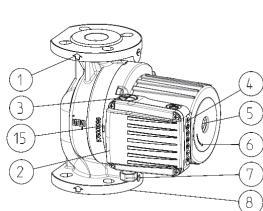
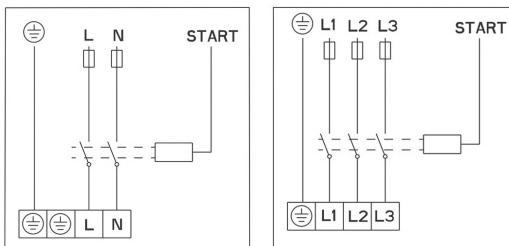

Abb.1
Abb. 3
- Die Pumpe wird in die Rohrleitung so eingebaut, dass die Pumpenachse 1-1 horizontal ist (Abb. 3).
- Die Durchflussrichtung des Fördermediums muss mit dem Pfeil auf dem Pumpengehäuse übereinstimmen (Abb. 1 – Pos. 1).
- Anschlussflanschen sind NP 6/10 (Abb.1 – Pos.8)
- GHN (basic, auto), GHNM (basic, auto) – Pumpen verfügen über ein einfaches Hydraulikgehäuse (Abb.1 – Pos.8)
Das Hydraulikgehäuse der Pumpe darf nur bis zum Spalt zwischen dem Motor und dem Hydraulikgehäuse isoliert werden. Öffnungen zur Kondensatableitung aus dem Stotorraum müssen immer frei bleiben, dass gleiche gilt für den Einsatz der Pumpe in Heizsystemen, wenn eine Wärmeisolierung des Hydraulikgehäuses vorgenommen wird (Abb. 1, 2, Pos. 15). Das Elektromotorgehäuse, in dem sich Öffnungen zur Kondensatableitung befinden, darf nie isoliert werden!
Der Einspeiseleiter wird über die Einführung M20 (Abb.1 – Pos.7) angeschlossen.
Die Anschließung der Pumpen muss nach dem Schaltplan (Abb. 3), der an der Unterseite des Motordeckels abgebildet ist, erfolgen. Zuerst muss der obere Deckel abgeschraubt werden (Abb.1 – Pos. 2 ).
Bei Pumpen des Typs GHN (basic, auto), GHND (basic, auto), GHNMD (basic, auto), GHNMD (basic, auto) liegt der Rotor im Wasser, in besonderen wassergeschmierten Lagern. Darum muss vor der Inbetriebnahme die Pumpe mit Wasser gefüllt und entlüftet werden. Zur Entlüftung der Pumpen wird die Schraube auf der Hinterseite des Elektromotors (Abb.1-Pos. 5) herausgeschraubt. Aus der Spalte zwischen der Motorwelle und dem Lager strömt Luft heraus. Wenn Wasser herauströpfst, schließen sie die Ventile auf der Ansaug- und Druckseite der Pumpe und starten sie die Pumpe. Die eingebaute Anzeige zeigt ein Drehen der Pumpenachse in die falsche Richtung mit mehrfachen Blinken des roten Lichtes an.
einen Knopf  Knopf (Abb. 1, Pos. 4), mit dem man zwischen den Geschwindigkeiten wählt. Einstellung der Geschwindigkeiten bei Pumptypen GHN, GHND, GHN M, GHNMD (auto)  kann auf Knopfdruck  manuell bei der Geschwindigkeit ① ② ③ und automatisch  in ④ oder ⑤. In beiden Fällen funktioniert die Pumpe abhängig von dem Durchlauf bei den Geschwindigkeiten ② ③ automatisch. Bei dem Nachtregime ⑥ ist noch Mediumtemperatur berücksichtigt und wenn die Mediumtemperatur fällt, schaltet die Pumpe in die Geschwindigkeit ② Fall ( $> 10^\circ \text{C}$ ) oder Geschwindigkeit um ① Fall ( $> 20^\circ \text{C}$ ) ungeachtet auf Durchlauf. Wenn die Mediumtemperatur um  $> 20^\circ \text{C}$  steigt, ist wieder die Funktionsweise in Verbindung mit Durchlauf ermöglicht. Diese Funktionsweise ist für die Systeme mit Thermoventilen und Systeme geeignet, in denen die Systemtemperatur in der Nacht fällt.
Die Pumpe ausschalten, Ventile an der Druck- und Ansaugseite der Pumpe schließen, Entlüftungsschraube ausschrauben, einen Schraubenzieher (Abb. 1-Pos.5) in den Schlitz auf der Welle stecken und diese so lange drehen, bis kein Widerstand mehr fühlbar ist. Danach wieder die Entlüftungsschraube einschrauben.